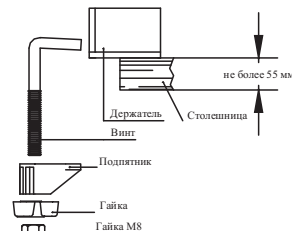

Рис. 2
5.3 Для светильника исполнения "Бета": соберите струбцину в соотв. с рис.2. Закрепите зажим-струбцину в любом удобном для вас месте. Вставьте в струбцину стойку с плафоном.